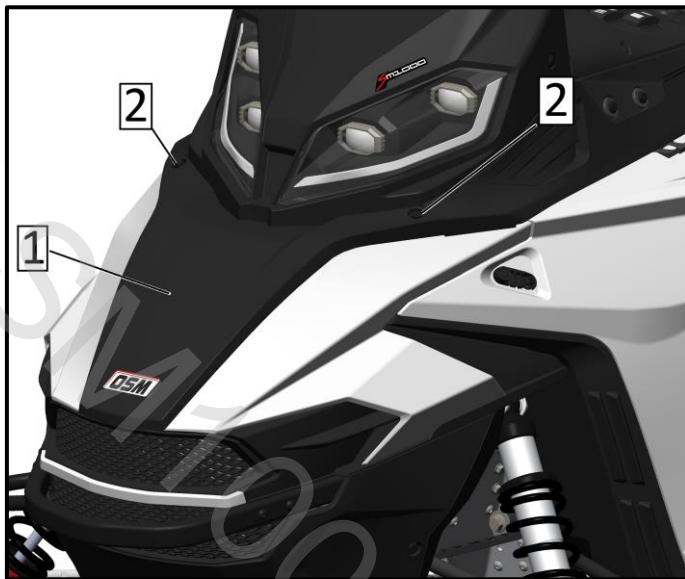

Рис. 38
1. Извлеките вытяжные клипсы (поз. 2, рис. 38) с обеих сторон капота (поз. 1, рис. 38). Используйте специальный съемник.